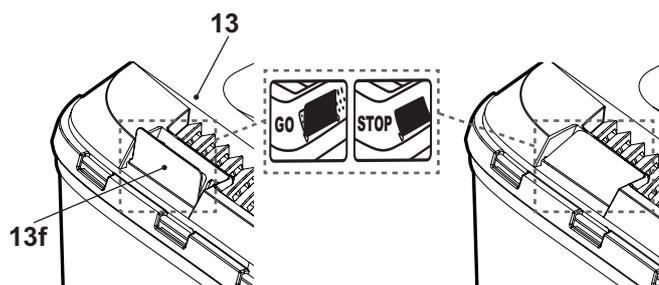

Fig.19
- > Lorsque le rabat [13f] est ouvert (pendant le fonctionnement), le bac de ramassage [13] possède un volume efficace pour collecter l'herbe (Fig.19).